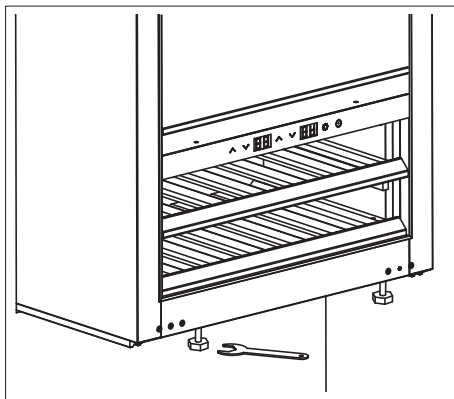

Рис. 2
3. Отрегулируйте высоту ножек так, чтобы верхняя часть устройства находилась на одном уровне с поверхностью шкафа (рис. 2).